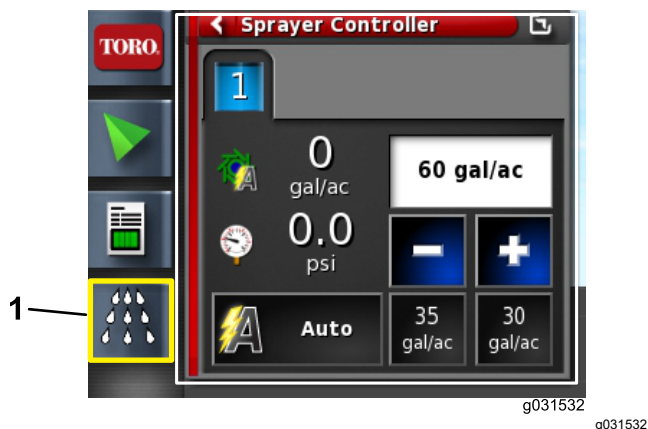

Bild 66
2. Öffnen Sie das Symbol für das Sprühsteuergerät (Bild 66).